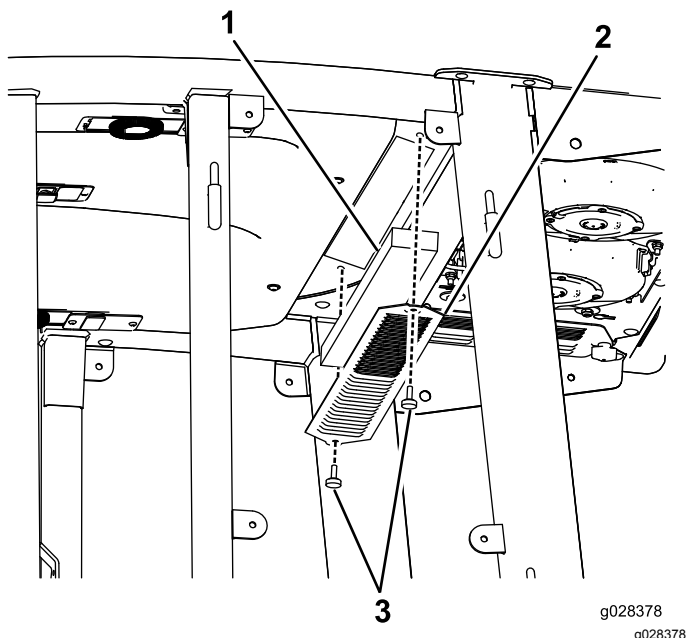

Figure 123
3. Déposez le toit de la cabine en retirant les 22 boulons de fixation du toit (Figure 123).
4. Déposez les filtres à air (Figure 123).
5. Déposez et nettoyez les serpentins de climatisation (Figure 123).